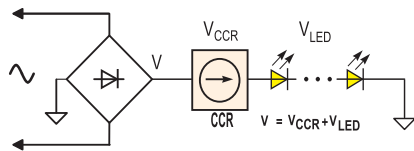

Рис. 1. Структурная схема бестрансформаторного источника питания светодиодов
Один из возможных простых вариантов структурной схемы подключения светодиодов непосредственно к сети переменного тока (220 В/50 Гц) приведен на рис. 1. В этой схеме используется так называемый стабилизатор
Приведенная на рис. 1 схема имеет ряд недостатков. При работе в широком диапазоне изменения сетевого напряжения (V) падение напряжения на микросхеме стабилизатора тока (V_{CCR}) также изменяется в больших пределах, что соответственно вызывает увеличение потерь мощности и снижение КПД. Ток через светодиоды протекает только в те интервалы времени, когда сетевое напряжение превышает падение напряжения на ИМС стабилизатора тока и цепочки подключенных светодиодов, что не позволяет получить высокое значение PF. В этом случае приходится искать компромисс между величиной рассеиваемой мощности и длительностью интервала протекания тока через светодиоды.